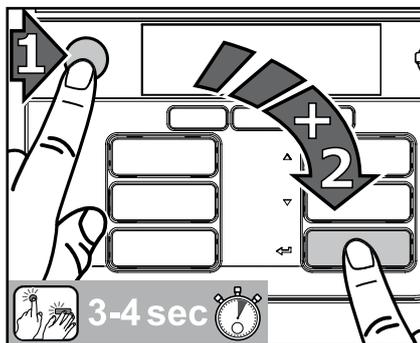

Fig. 34
1. Appuyez d'abord sur le bouton d'ARRÊT, puis sur la touche d'entrée et continuez d'appuyer sur les deux touches simultanément durant 3 à 4 secondes pour accéder au mode de nettoyage (fig. 34).